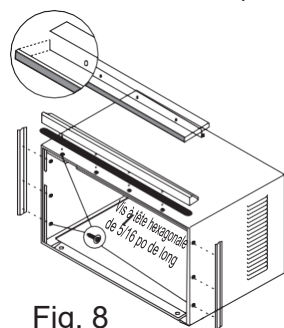

Fig. 8
2. Installez les dispositifs de retenue d'angle supérieur et latéral sur le caisson, comme indiqué dans la Fig. 8 (10 vis).